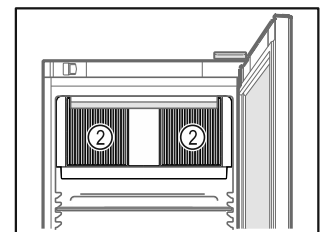

Fig. 57
- ❑ Lüftungsschlitze Fig. 57 (2) des Umluftgebläses im Innenraum freihalten.